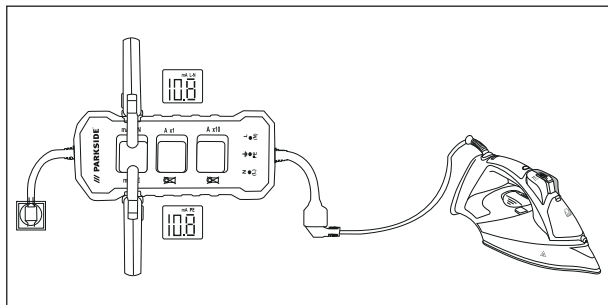

Fig. 2
- 4) Citiți valoarea directă a curentului de scurgere (conductor PE) în inelul **mA PE 7** sau valoarea indirectă/diferențială a curentului de scurgere (conductor L-N) în inelul **mA L-N 1** (a se vedea fig. 2).